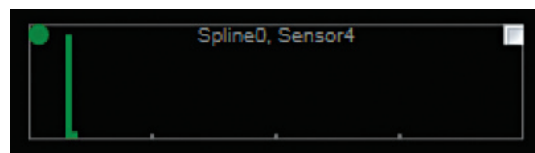

Abbildung D-4. Beispiel einer statischen Entfernungsdifferenz während der gesamten Drehung des AcQMap-Katheters.
4. Während einer Drehung des AcQMap-Katheters sollten Ziele keinesfalls dieselbe Entfernung melden. (Abbildung D-4)